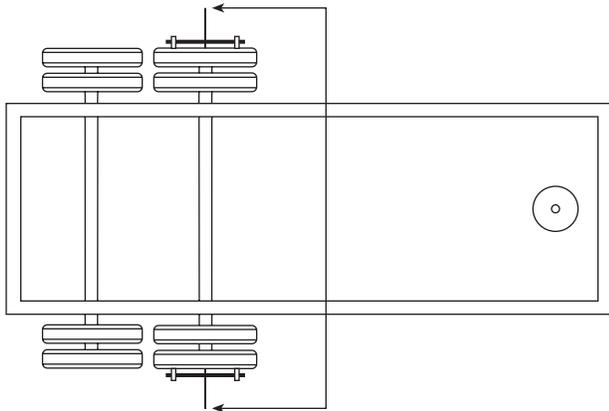

Figura 25. Midiendo el valor objetivo
- a. Mida de punta a punta las extensiones de la terminal de la rueda (figura 25).